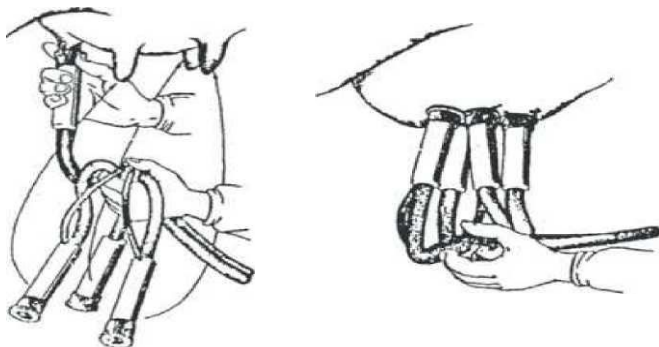

Рис. 15 Установка подвешеного узла
- возьмите стакан свободной рукой и установите его вертикально головкой вверх, молочная трубка сосковой резины должна быть при этом перегнута (рис. 15);